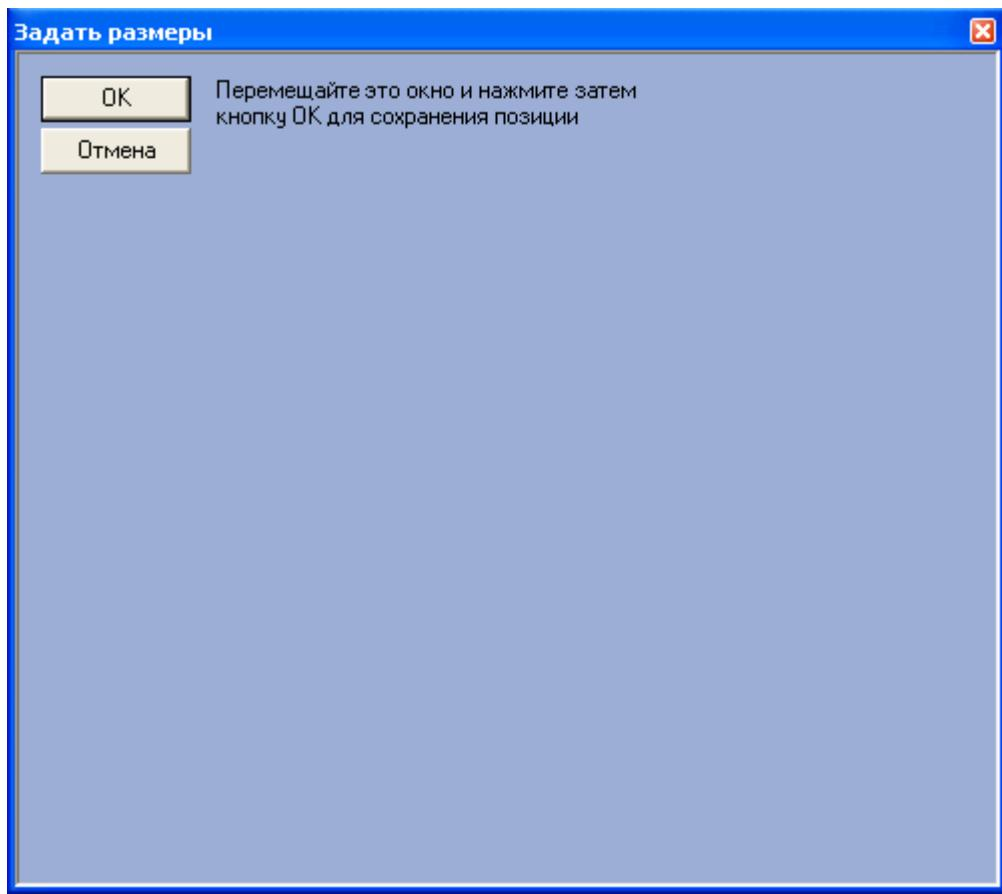

Рис. 7.9—3. Визуальный метод задания координат
*Для этого следует нажать кнопку «» (см. Рис. 7.9—2, 4) и, используя мышь, задать требуемый размер и положение тестового окна, после чего нажать «OK» (Рис. 7.9—3). Координаты тестового окна будут автоматически рассчитаны и скопированы в поля «X», «Y», «W» и «H».*
5. В том случае, если требуется разрешить перемещение компонента «Оперативный монитор», установить флажок «Разрешить перемещение» (см. Рис. 7.9—2, 5).
6. Для сохранения внесенных изменений нажать кнопку «Применить» (см. Рис. 7.9—2, 6).